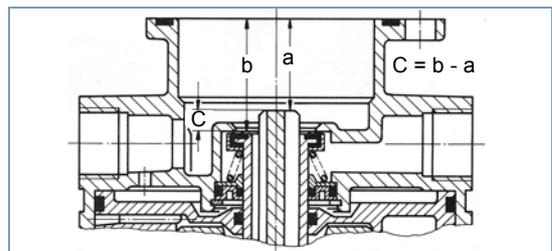

Fig. 3 Dimension C
- Mesurez les dimensions a et b, la dimension C = b - a (voir fig. 3).